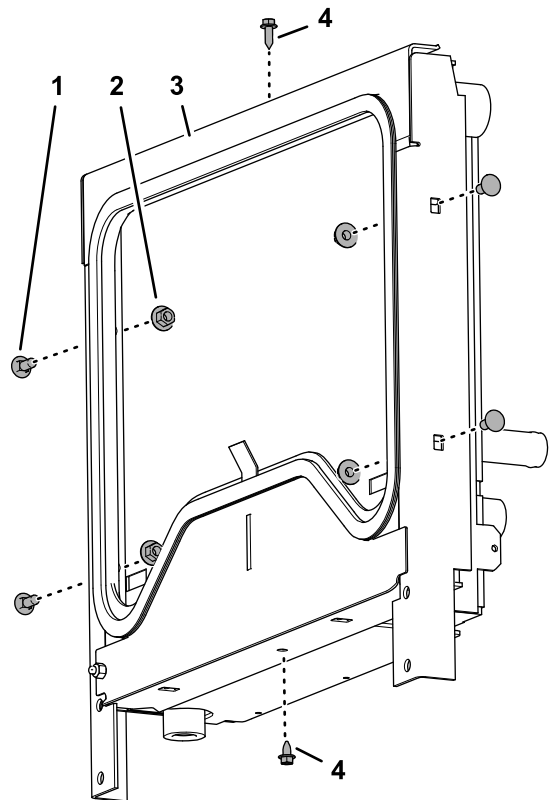

Figura 27
2. Ensamble provisionalmente el bastidor de montaje en el radiador/enfriador de aceite (Figura 27) con los 2 tornillos con arandela prensada (1/4" x 3/4").
3. Ensamble el bastidor de montaje al radiador/enfriador de aceite (Figura 27) con los 4 pernos de cuello cuadrado (5/16" x 3/4") y las 4 tuercas con arandela prensada dentada (5/16").